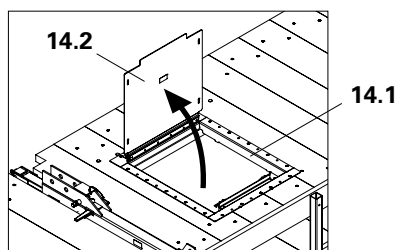

Fig. A2.05
- Posizionare la botola 55 x 60-2 a ribalta (14.1) nell'apposita apertura. La botola (14.2) si apre verso il lato parete. (Fig. A2.05)